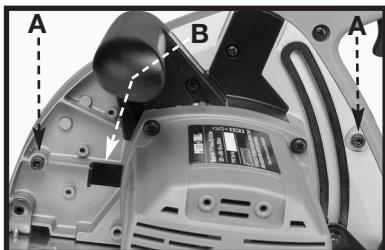

Fig. 7
2. À l'aide de la clé hexagonale fournie, enlevez les deux boulons (A) Fig.7 de fixation du récipient à poussière.
4. Enfoncez le blocage de l'arbre (B) Fig. 7, et faites tourner la lame à la main jusqu'à ce que le verrouillage s'enclenche sur l'arbre.
5. Enfoncez le blocage de l'arbre (A) Fig. 7 et faites tourner l'arbre à la main jusqu'à ce que le verrouillage s'enclenche sur l'arbre. Serr fermement le boulon de fixation de l'arbre à l'aide de la clé fournie et relâchez le blocage de l'arbre.
1. Levez le levier de blocage de la profondeur de coupe (A) Fig. 7 à l'arrière de la scie.